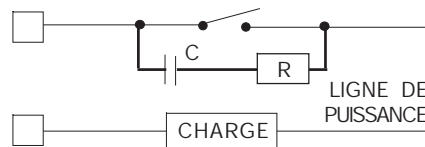

Fig. 9 CONTACT EXTERIEUR MONTE EN SERIE SUR LE CONTACT DE SORTIE DE L'INSTRUMENT
Des problèmes analogues peuvent être créés par la commutation des charges via un contact extérieur monté en série sur le contact de sortie de l'instrument, voir Fig. 9.
En de tels cas, nous recommandons de raccorder un filtre RC en parallèle avec le contact extérieur suivant les indications de la Fig. 9. La valeur de la capacité (C) et de la résistance (R) sont indiquées au tableau suivant.